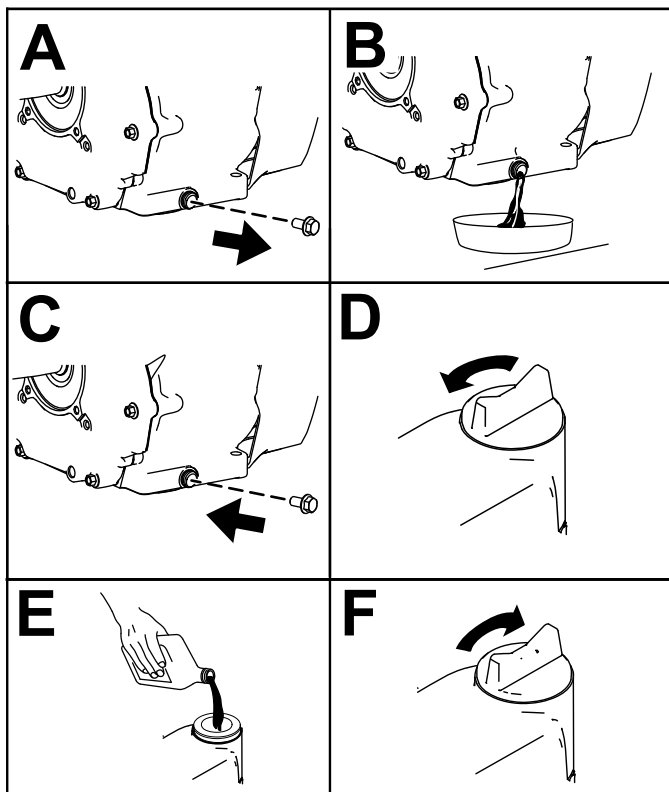

Figura 31
5. Cambie el aceite del motor, tal y como se muestra en Figura 31.